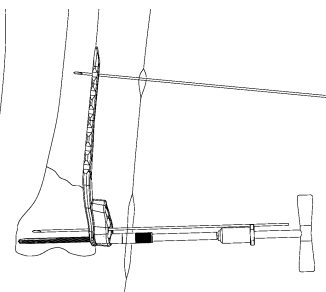

図7
- 8) 骨質が硬い場合は、後端にTハンドルを接続した5.0 ロッキングスクリュー用タップにてプレタップを行います。(図7)